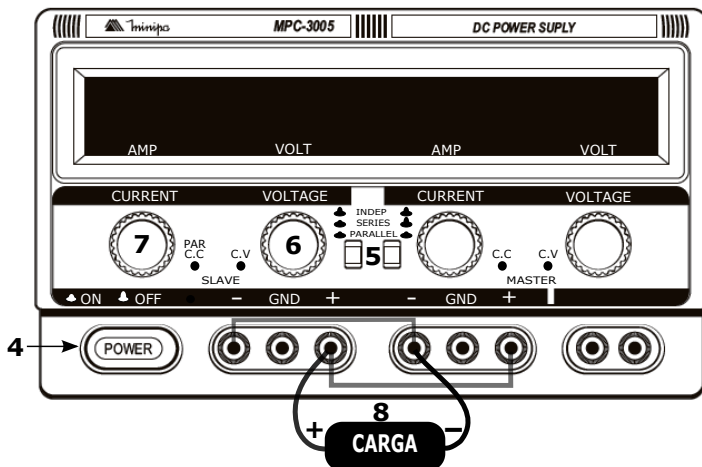

Figura 7 - Conexão Paralelo das Fontes MPC-3003 e MPC-3005.
8. Conecte a carga aos terminais de saída da fonte observando as polaridades (+) da fonte SLAVE (CH1) e (-) da fonte MASTER (CH2), de acordo com a figura 7.